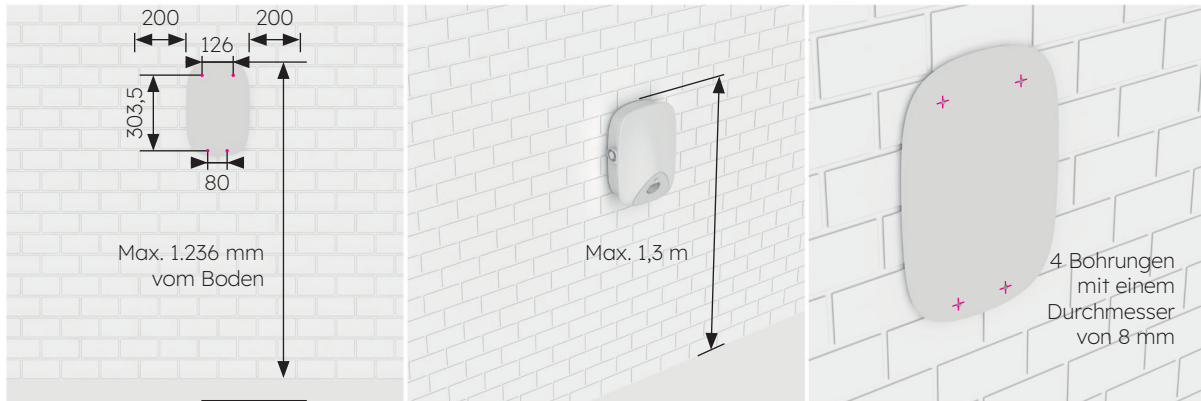

Abb. 13 Markieren der Bohrlöcher
- Überprüfe die Installationsposition. Der Abstand zwischen der Oberseite der Ladestation und dem Boden sollte 1 bis 1,3 m betragen. Kontrolliere die Ebenheit der Schablone mit einer Wasserwaage. Markiere die Bohrlöcher mit einem Stift (siehe Abb. 13). Für Wartungsarbeiten wird auf jeder Seite der Ladestation ein Abstand von mindestens 200 mm empfohlen (siehe Abb. 13).